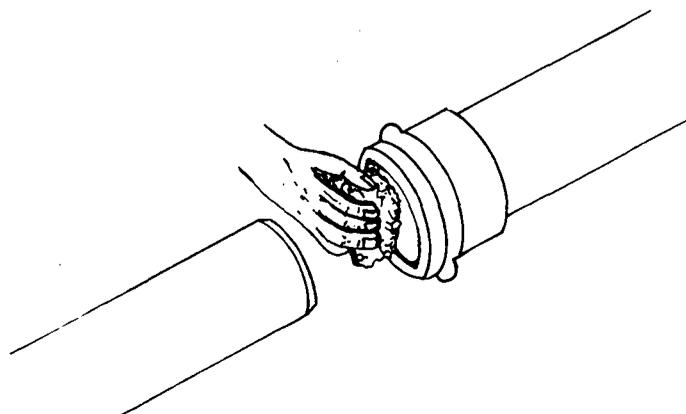

FIG. 3
4.º Passo – Aproxime a ponta do tubo à bolsa. Limpe-a e proceda da mesma forma com a sua ponta (fig. 3).